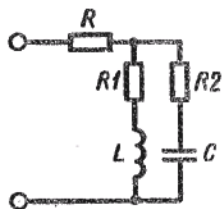

Рис. 2. 11
2.21. Параметры цепи, представленной на рис. 2. 11, указаны в табл. 2. 6. Для каждого варианта определить I, I_1, I_2, S, P, Q при $U_{\text{вх}} = 300 \text{ В}$. Определить также для всех вариантов значение резонансной частоты f_0 и найти значения $I, I_1, I_2, I_L(I_C), S, P, Q, Q_L(Q_C)$ при работе цепи в режиме резонанса токов.